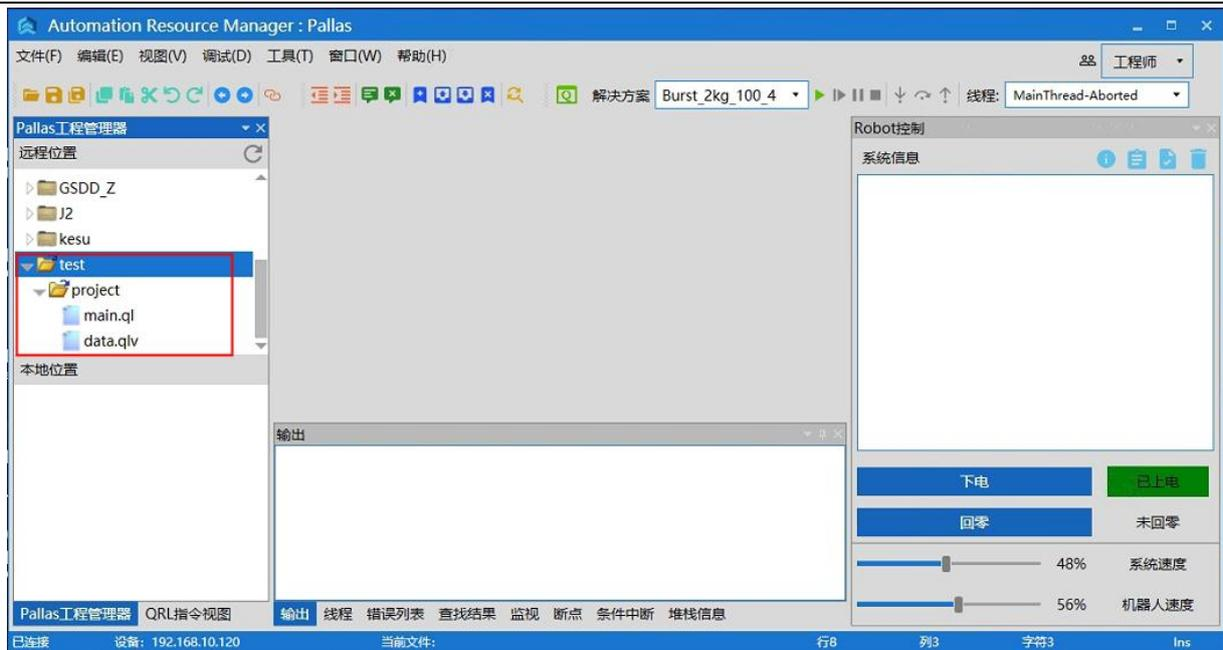

图 6-30 新建解决方案文件界面
**步骤3** 新建完成之后，在<远程位置>下方会出现对应的解决方案文件。展开“test”文件，再展开“projck”工程文件，里面包含“main.q1”和“data.q1v”两个程序文件，如图 6-30 所示。